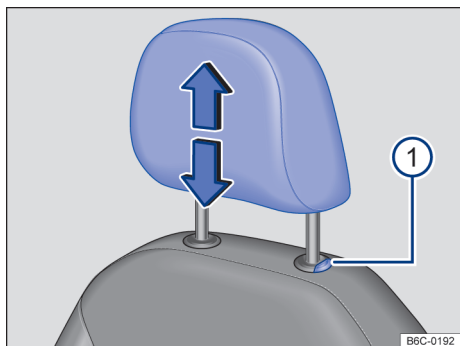
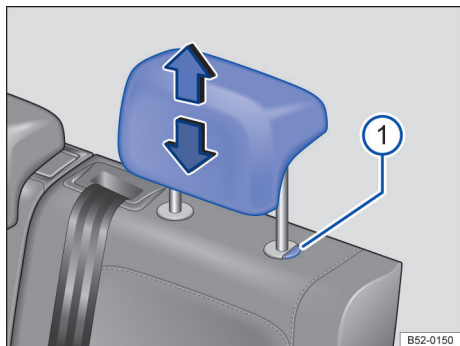

Fig. 65 Apoyacabezas delantero: ajustar.
Fig. 66 Apoyacabezas trasero: ajustar.
- Mover el apoyacabezas hacia arriba o hacia abajo, en el sentido de la flecha, presionando el botón → fig. 65 ① o → fig. 66 ① presionado → ▲ en *Introducción al tema* de la pág. 81.